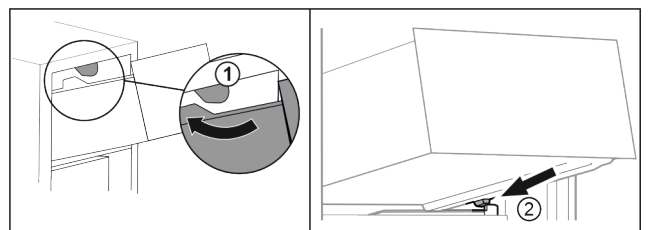

Fig. 83
- ▶ Schubfach um die oberen Stopper herumführen. Fig. 83 (1)
- ▶ Schubfach schräg hinter den unteren Stoppern auf Behälterrippe aufsetzen. Fig. 83 (2)